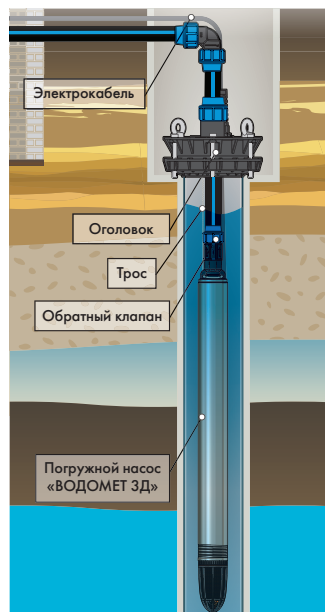

Рисунок 4
5.2. Монтаж насоса (рисунок 4)